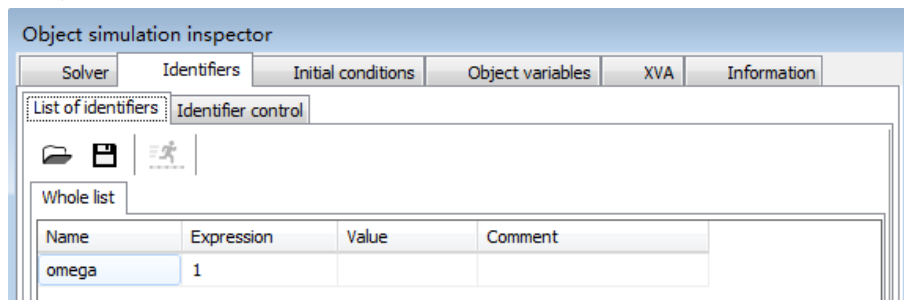

图 2-64
- 5) 切换到 **Identifier** 页面，给 **omega** 赋值 **1** (rad/s)，如图 2-64。